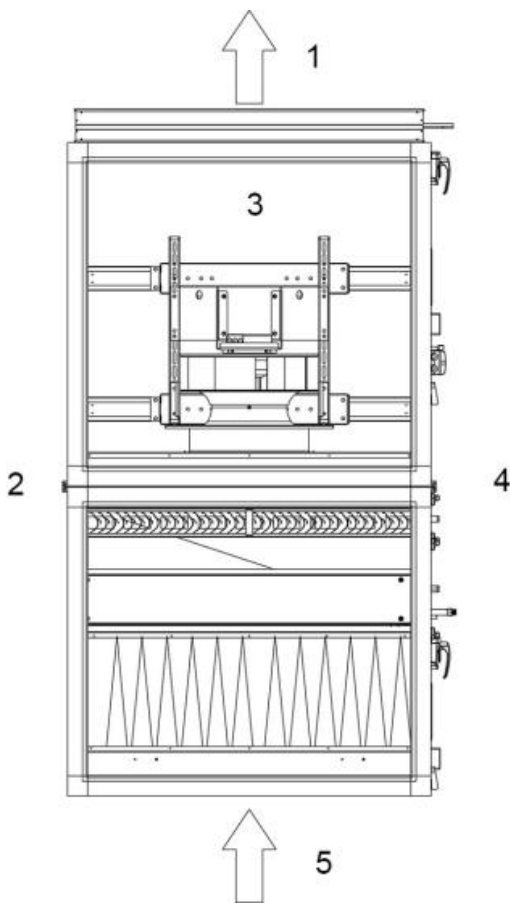

Abbildung 9.4.2.1 -
1. Bei linker Wartungsseite befindet sich die Wartungsseite links vom Hauptluftstrom (bei Blick von oben auf das Gerät), bei rechter Wartungsseite rechts (Siehe Abbildung 9.4.2.1).